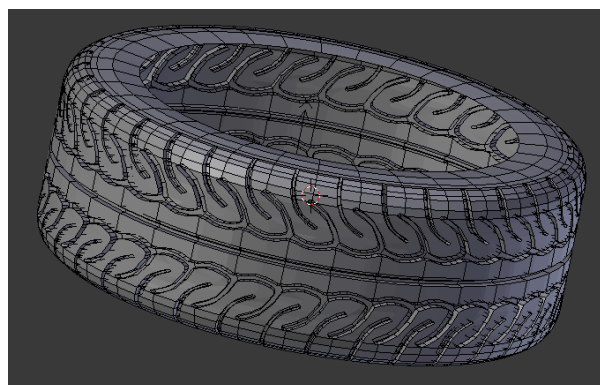

Figura 5.96
26. Na janela Right Ortho, seleccione o Bezier Circle e escale-o, **[S]**, até que os contornos fronteira da 1ª e última réplica coincidam, figura 5.96.